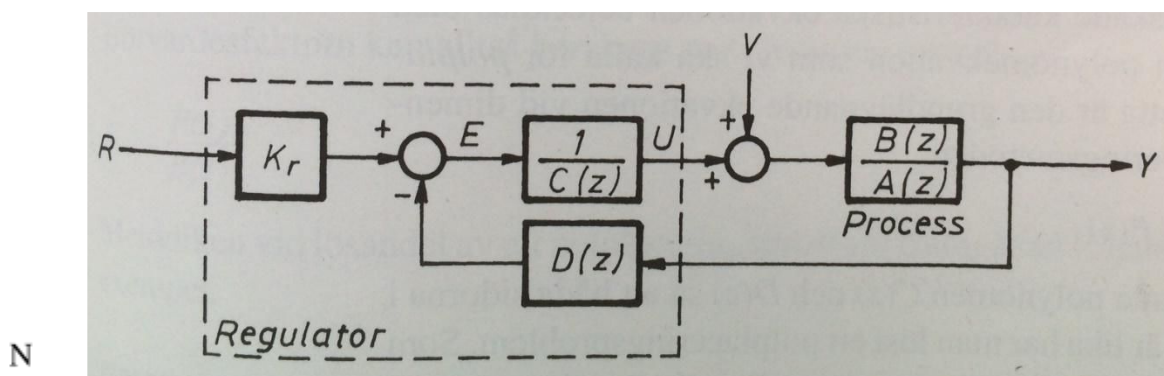

Fig. A.7: Regulatorstruktur vid polplacering, kursboken [1:358]. Y i bokens illustration är vårt N.
A.7.2 Vilket är $B(z)$ och $A(z)$ enligt fig. A.7 om man utgår från att det är nivån h_2 (n_2) i nedre vattentanken som ska regleras?
I nästa steg ska ni reda ut hur $D(z)$ kan programmeras i Matlab. $D(z)$ är enligt fig. A.7 överföringsfunktionen som har $N(z)$ som ingång. Utgången har ingen beteckning i figuren men vi kan skriva den som $Y_2(z)$.